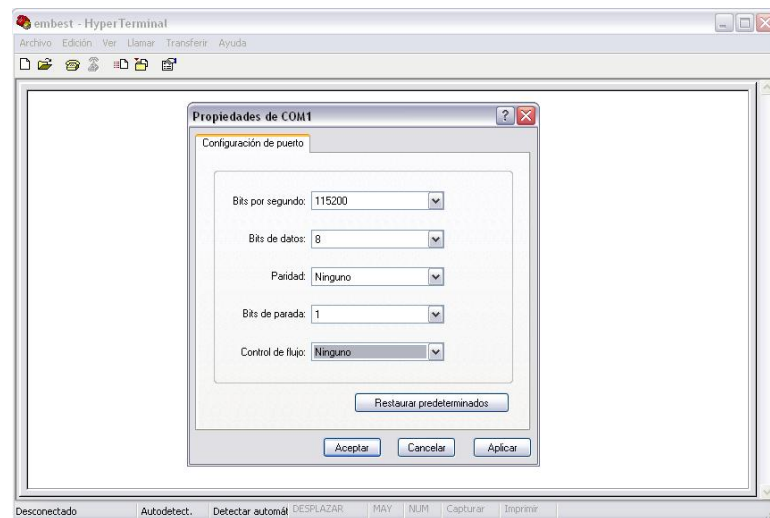

Figura 5.6: Ventana del programa HyperTerminal “Propiedades de COM1” .
- d) Introducir la siguiente configuración: 115200 bps, 8 bits, sin paridad, 1 bit de parada, sin control de flujo (ver figura 5.6).